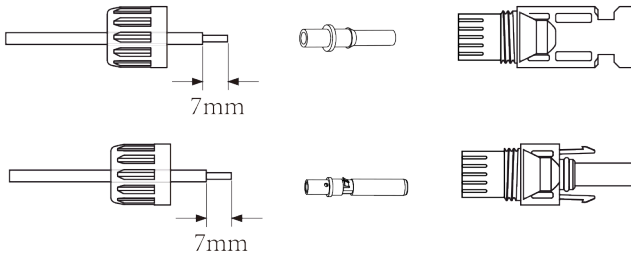

Figura 5.3 Desmontar e retirar a capa do conetor
a) Desencape o condutor DC cerca de 7mm, desmontar a porca de capa do conetor (ver figura 5.3).